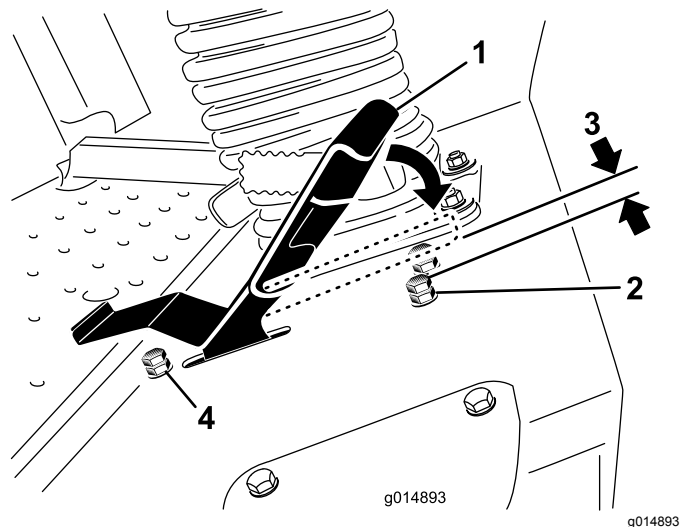

図 75
3. 走行ペダルのストップボルトについているジャムナットをゆるめる(図 75)。